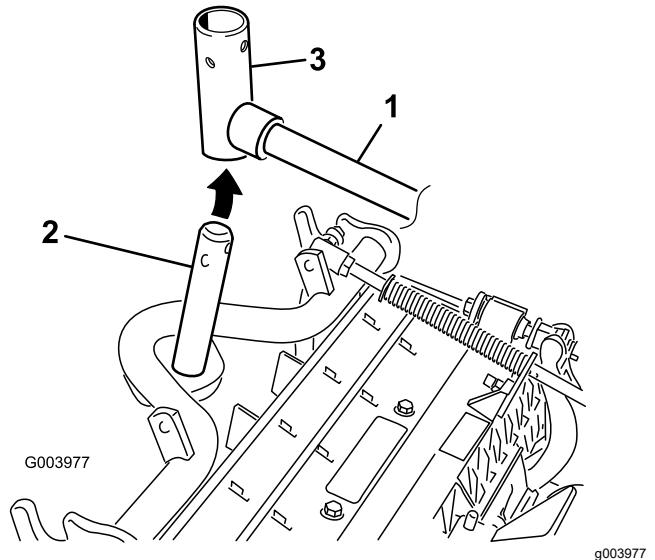

Рисунок 10
8. У передних режущих блоков: задвиньте режущий блок под подъемный рычаг, вставляя при этом ось несущей рамы в находящуюся над ней поворотную втулку подъемного рычага (Рисунок 10).
- B. Наденьте втулку подъемного рычага на ось несущей рамы (Рисунок 10).